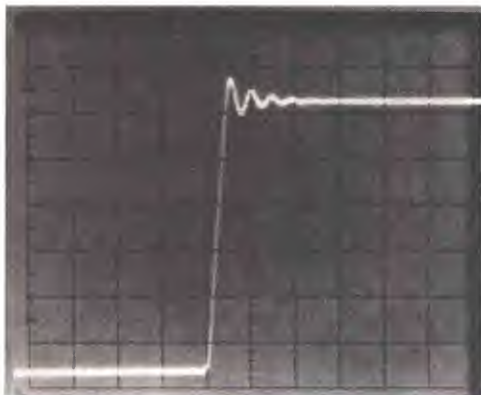

Fig. 11 - Sovraoscillazione (overshoot) causata dallo scadente responso dell'oscilloscopio.
Confrontando oscilloscopi, è talvolta necessario convertire una caratteristica avente una particolare forma in una forma diversa per determinare come ciascun oscilloscopio effettua le misure. Se è nota la larghezza di banda (BW) e si desidera conoscere il tempo di salita (t_r) o viceversa, basta solo dividere il valore noto per 0,35. La formula generica è: $BW \times t_r = 0,35$. Si tenga presente, tuttavia, che tale formula è valida solo se il responso dell'oscilloscopio scende regolarmente fino a che non si avvicina, a 12 dB sotto, a due volte la frequenza a -3 dB. Se l'oscilloscopio non segue questa curva gaussiana, si hanno contraccolpi eccessivi (più del 2% o del 3%), com'è illustrato nella fig. 11. Se l'oscilloscopio ha un responso gaussiano, può essere utilizzabile a frequenze fino a due volte il limite specificato.